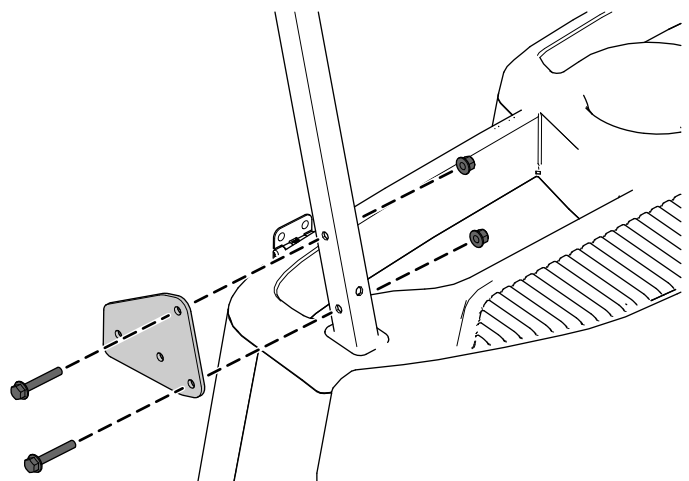
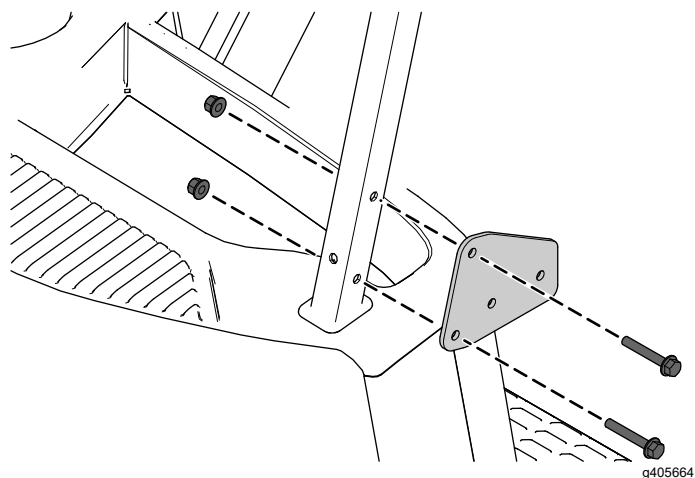

Figura 3
Figura 2
1. Fixe a montagem do espelho ao tubo do toldo utilizando dois parafusos de cabeça flangeada (M6 x 40 mm) e duas porcas de bloqueio (6 mm), como se mostra na Figura 2 ou na Figura 3.